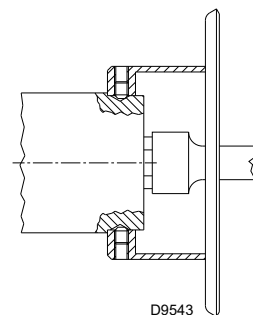

Рис. 19
- Выньте форсунку 1) (Рис. 19) с помощью торцевого ключа.
- Установите форсунку 1) (Рис. 19).